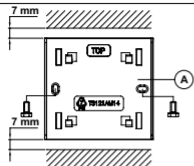

Fig 3.
- b. le mur à l'aide des vis et chevilles livrés (fig. 3);